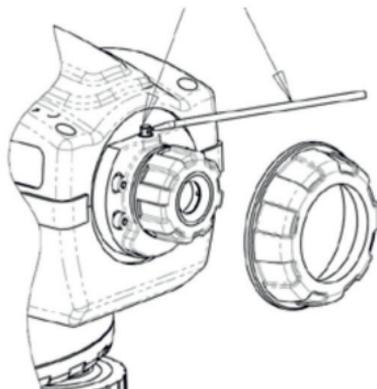

Рис. 5
3. Замерьте расстояние между точками а, а1 и b, b1. Разница в расстояниях а-а1 и b-b1 должна быть менее 3 мм, в противном случае необходимо произвести настройку окуляра (Рис. 5).